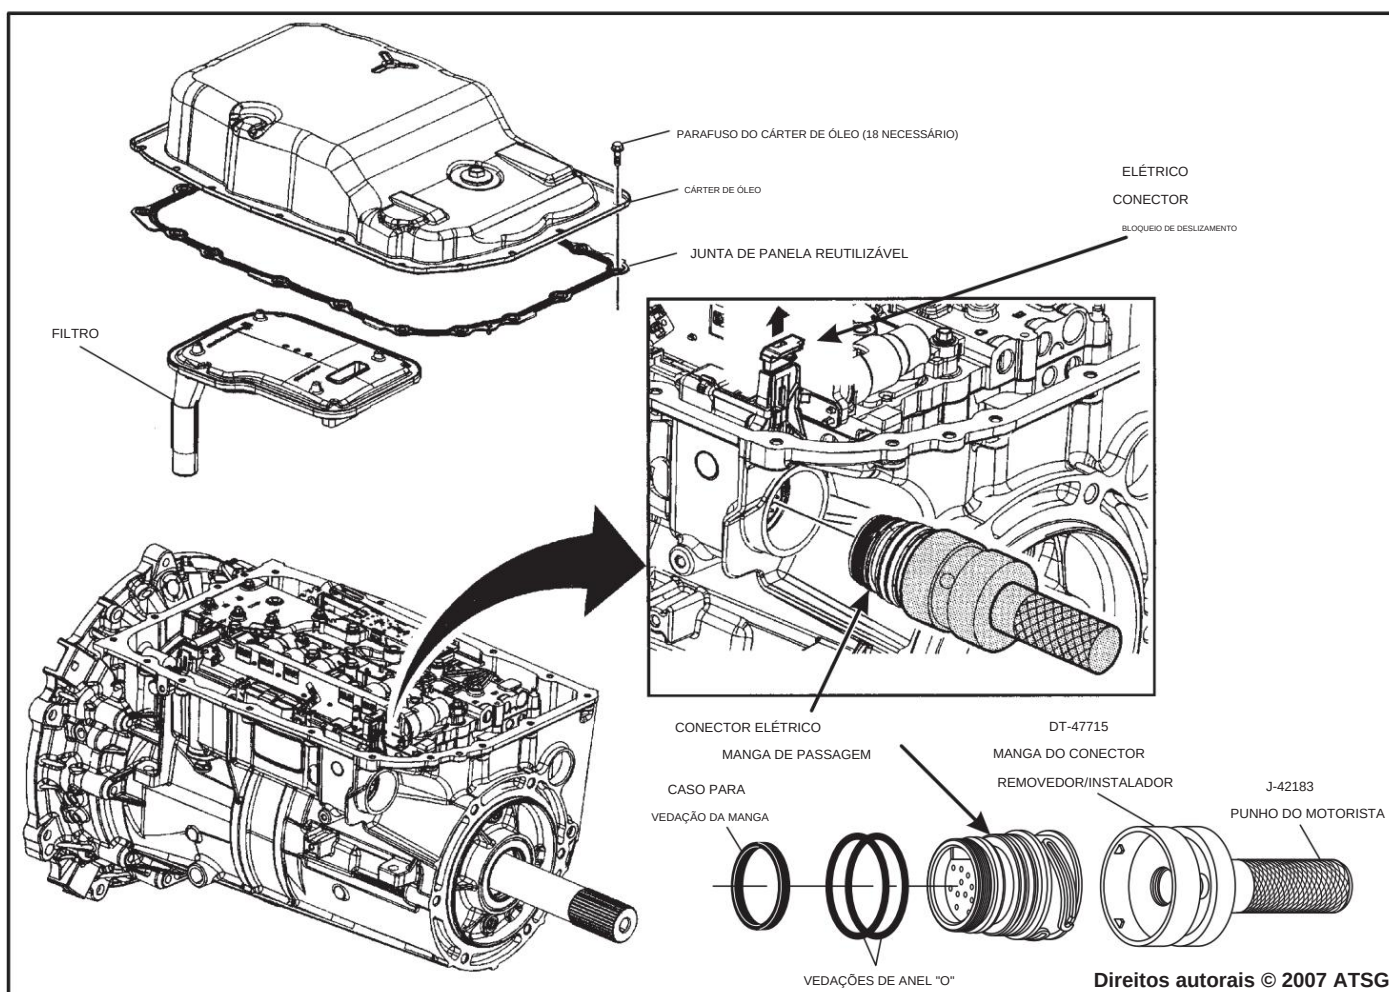

Figura 40
8. Remova os parafusos do cárter, cárter, junta e filtro de óleo, conforme mostrado na Figura 40.
9. Levante a trava deslizante do conector elétrico, conforme mostrado na Figura 40, para remover a parte elétrica do conector.
11. Remova e descarte a vedação do conector elétrico e os anéis "O" conforme mostrado na Figura 40.